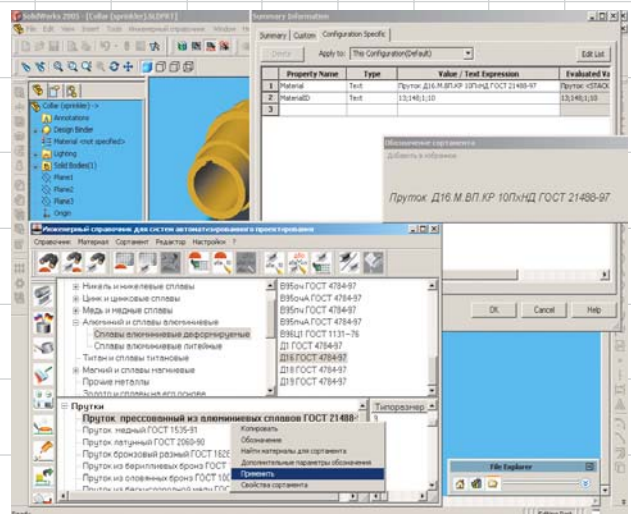
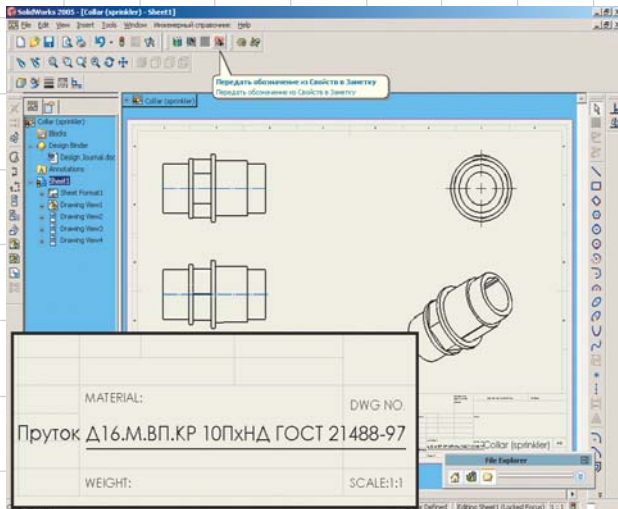

Рис. 4
Рис. 5
- в режиме работы с трехмерными деталями (SLDPRT), наряду с возможностями, указанными в предыдущем пункте, реализована передача обозначения выбранного материала или сортамента в *Свойства* (Properties) модели (рис. 4). После передачи данных в *Свойства* (Properties) можно (при необходимости) применить команду передачи этого обозначения из *Свойств* (Properties) в *Заметки* (Annotations), причем для выполнения последней операции даже не требуется запуск самого «Инженерного справочника»;
тежом, в *Заметки* (Annotations). Особенность интеграции состоит также и в том, что обозначение материала или сортамента, помещенное в *Свойства* (Properties) детали (по рис. 4), автоматически передается в штамп чертежа (рис. 5).